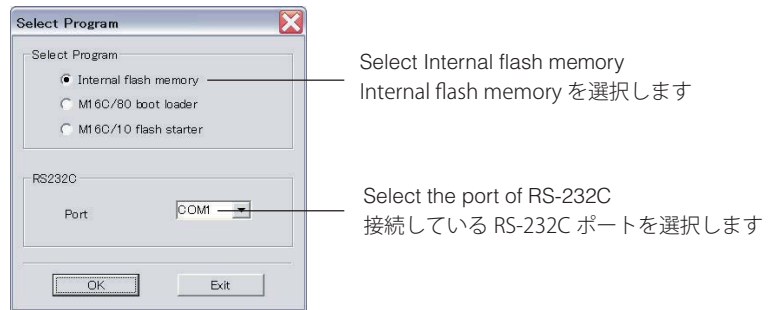

Fig. 2
4. Start up FlashSta.exe. The screen appears as shown below. (Fig. 2)
5. Select the data to be transmitted and port. (Fig. 2)
4. FlashSta.exe を起動します。下記の画面が表示されます。(Fig. 2)
5. 送信データ、ポートを選択します。(Fig. 2)